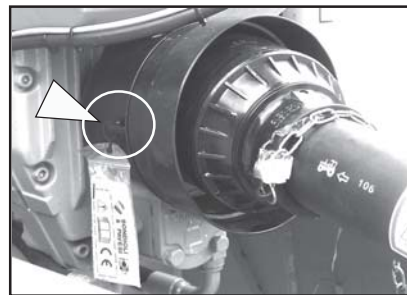

fig.2
N.B.: Prima di lavorare, assicurare la catena delle protezioni all'apposito gancio sulla controcuffia fig.2 (l'operazione deve essere fatta con trattrice ferma togliendo le chiavi dal cruscotto).